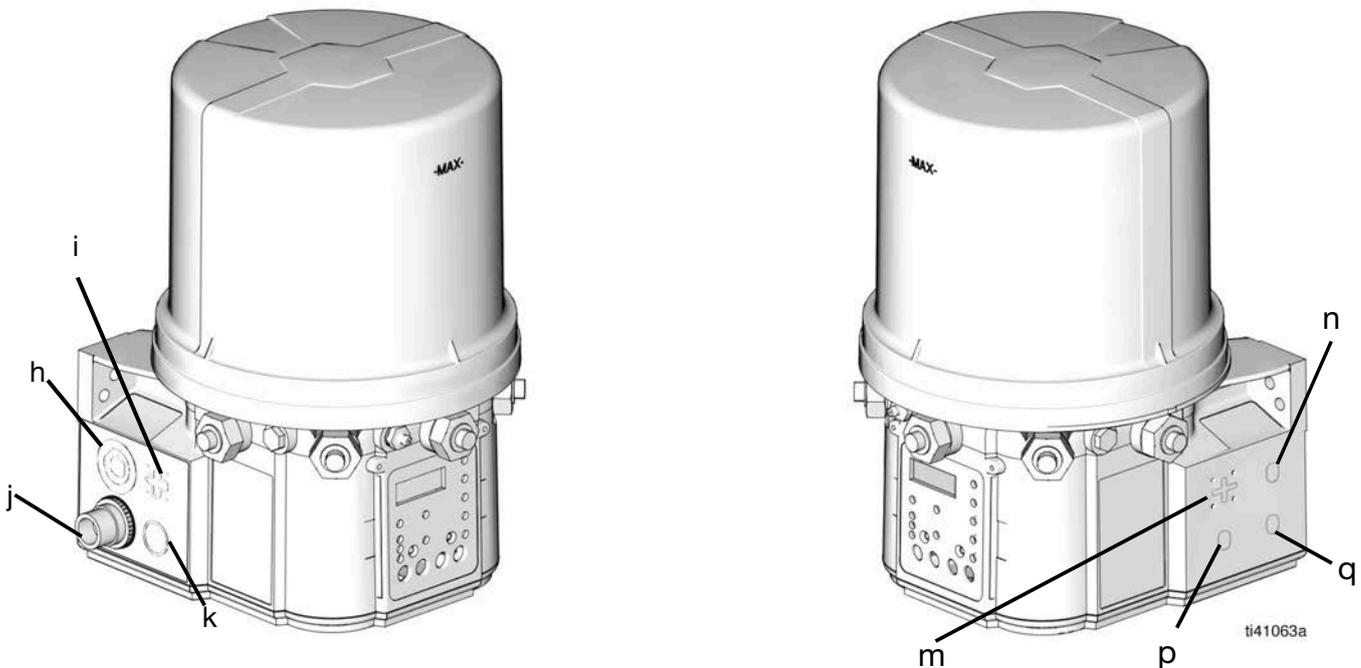

FIG. 1
**NOTA:** Los códigos h - q hacen referencia a una ubicación específica en la bomba G5. Consulte estas ubicaciones en la FIG. 1.